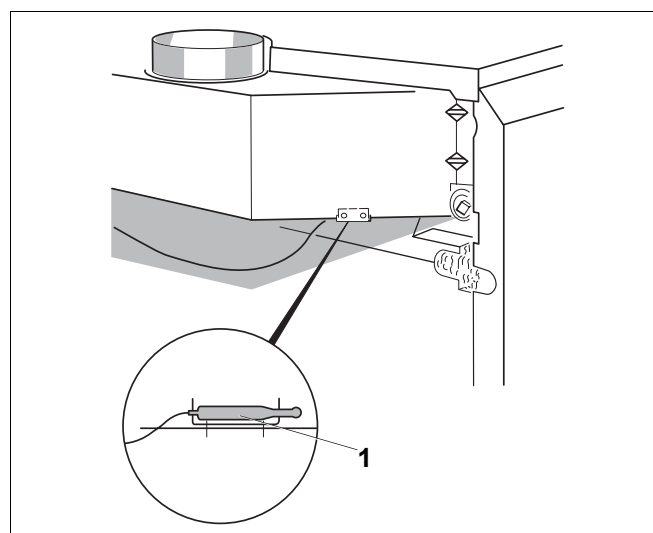

Рис. 36 Датчик температуры дымовых газов, система контроля дымовых газов AW 50 на Logano G334 WS
- Отверните крепление датчика температуры дымовых газов (рис. 36, поз. 1) в прерывателе тяги.
- При работающей горелке удерживайте наконечник датчика температуры (рис. 36, поз. 1) в середине потока дымовых газов.
- Установите датчик температуры дымовых газов (рис. 36, поз. 1) на место.